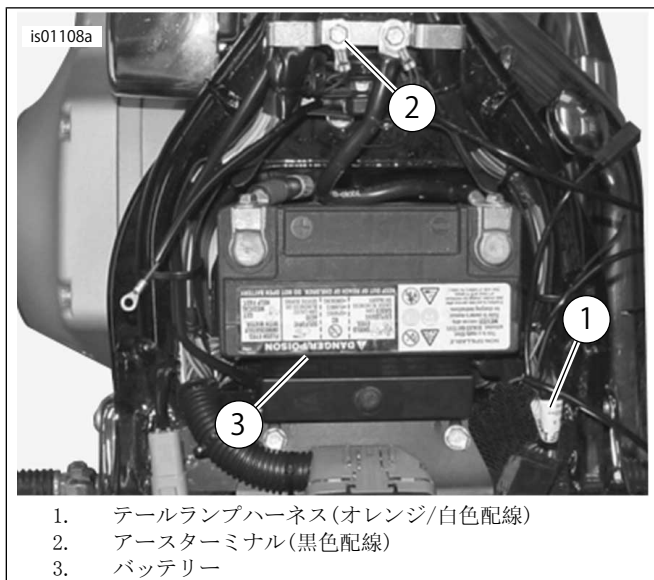

図2。電源とアース接続部(Softtailモデル)
4. 「図2」を参照してください。リングターミナルをアーススクリューのねじ山に取り付けます。アーススクリューをフレーム(2)に固定します。サービスマニュアルに従って、指定のトルク値で固定してください。
1. 「図2」を参照してください。シートの下の手が届く箇所で、テールランプハーネス(1)ラップのエリアを注意して切り開きます。オレンジ/白ワイヤーを切ります。